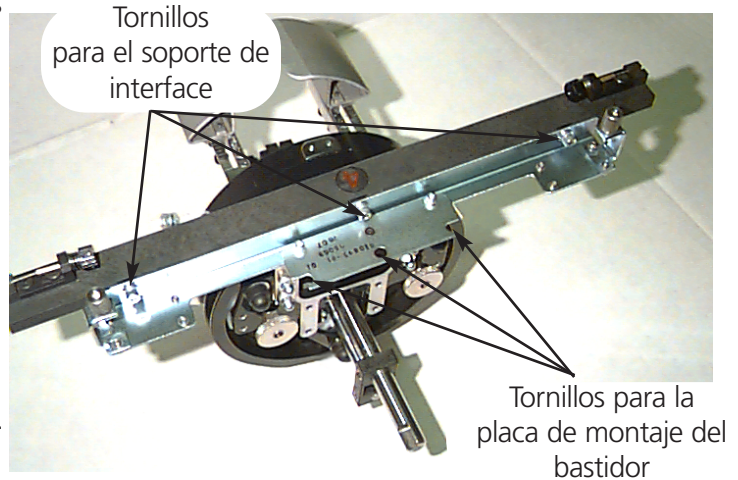

Figura 3-20
13. Atornillen Vds. los 3 tornillos de cabeza hexagonal avellanada a lo largo de la abrazadera de interface hasta que apenas tocan la abrazadera, usando la llave Allen de 3 mm suministrada, para tornillos de cabeza hexagonal. La abrazadera de interface tendría que ser capaz de moverse todavía en la dirección de arriba abajo. Consulten Vds. la Figura 3-20 para ver las posiciones de los tornillos.